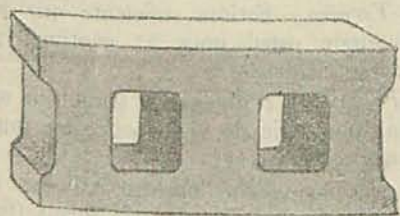

Fig. 1.
**El Técnico.**—Vayamos por partes. El bloque hueco que le propongo tiene 50 cm.  $\times$  25  $\times$  22 1/2 (fig. 1) y para formar una masa de 1 metro cúbico se necesitan unos 35 bloques (exactamente 34'10) y para un muro de 25 cm. precisa disponer de 8 1/2 bloques; ahora bien, para obtener esos 35 bloques hacen falta 1,300 metros cúbicos de arena y 235 kg. de cemento y en cuanto a la mano de obra puede contar con unos 20 céntimos por bloque, por tanto: